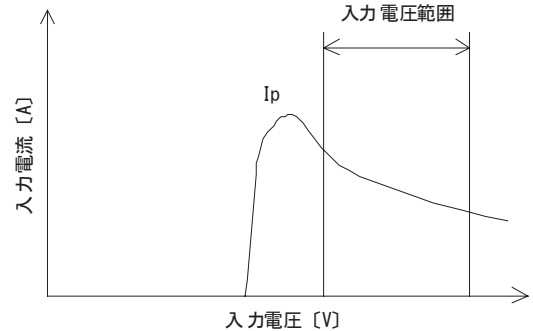
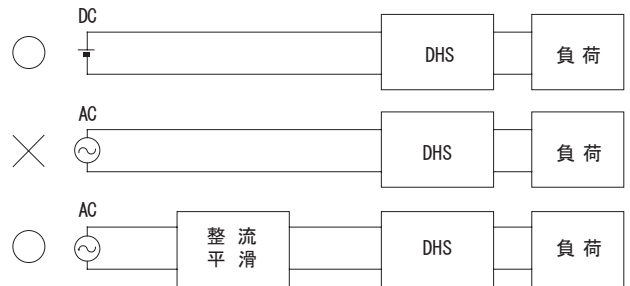

図3.2 入力電流特性
図3.3 AC入力での使用
- 入力電源にはDC-DCコンバータ立ち上げ時の電流 I_p （図3.2）を考慮した、充分余裕のある電源を設定してください。
(5) AC入力での使用
- DHSシリーズはDC入力専用です。ACでの使用時は、電源入力に整流平滑回路を接続してください（図3.3）。